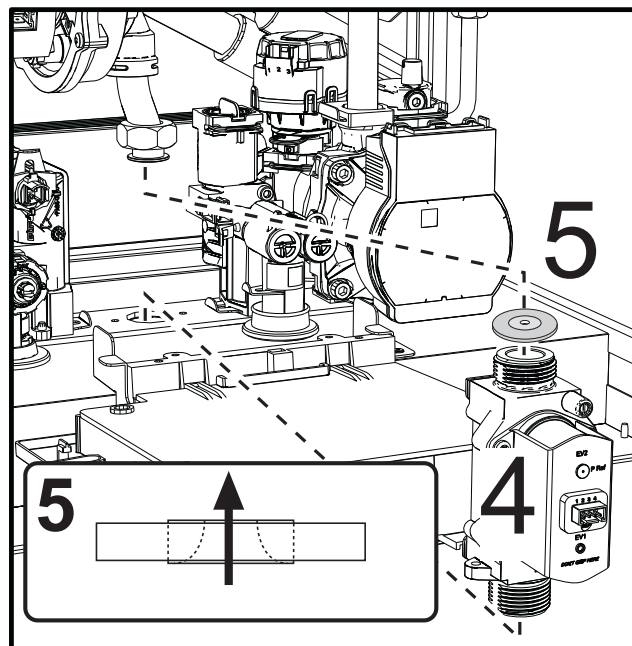

рис. 44
- Извлеките газовый клапан 4 и газовую диафрагму 5 (рис. 44).